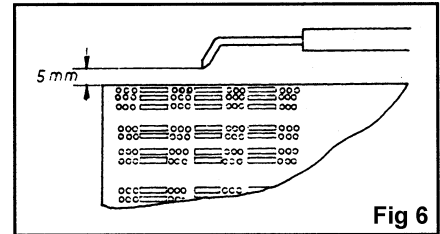

Fig 6
- Controlar la posición del electrodo de encendido (véase Fig. 6).